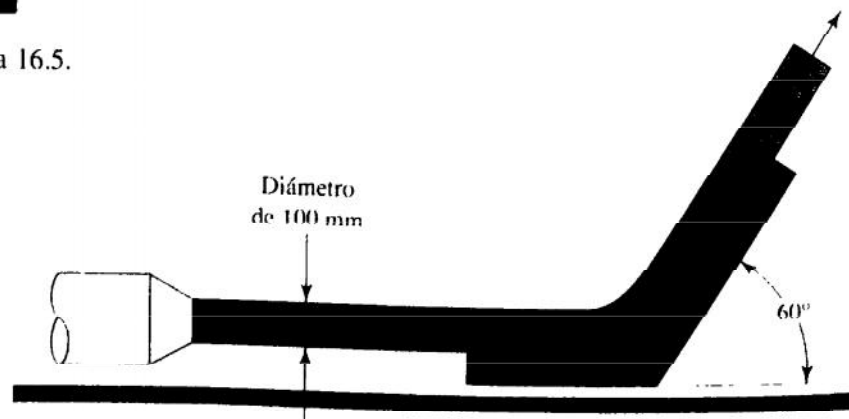

FIGURA 16.12 Problema 16.7.
- 16.7M** Calcule las fuerzas horizontal y vertical que se aplican sobre la paleta de la figura 16.12, debido a un flujo de agua a 50°C . La velocidad es de 15 m/s y se mantiene constante.